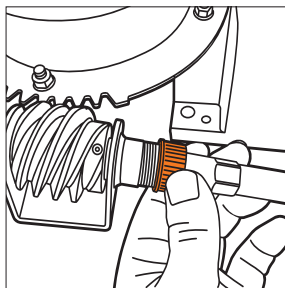

Рис. 9
- Соедините один конец гибкого вала с осью червячной передачи, расположенной у отверстия желоба выброса, зафиксируйте соединительной гайкой (Рис. 9).